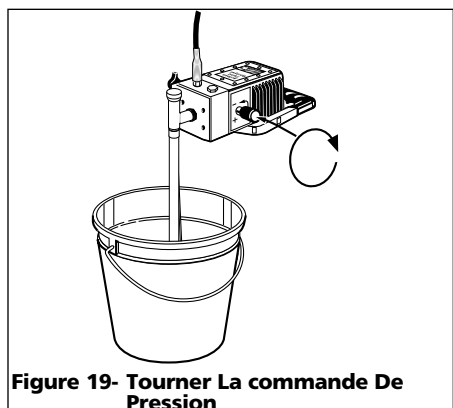

Figure 19- Tourner La commande De Pression
2. Tourner la commande de Pression complètement au sens des aiguilles d'une montre à la position "Haute Pression" (Voir Figure 19).